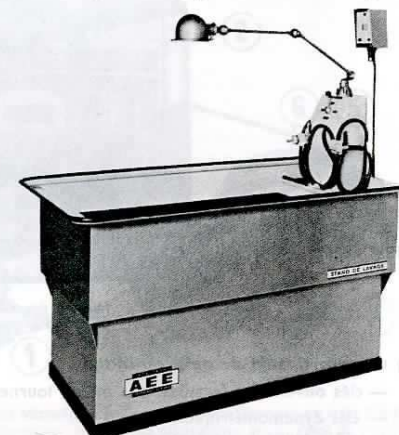

Fig. 8. — Stand de nettoyage
- f) des bacs de nettoyage (fig. 8) de différentes capacités, pour :